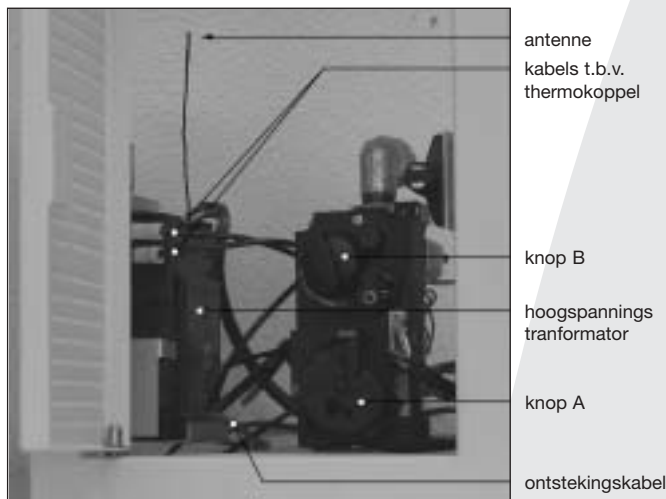

fig. 29
De ontvanger bevindt zich in het bedieningskastje (zie fig. 29).
- Plaats de ontvanger zoals aangegeven op fig. 29
- Plaats de antenne van de ontvanger niet te dicht bij de ontstekingskabel en/of metalen delen: zorg ervoor dat de antenne omhoog wijst (zie voor de juiste positie fig. 29);